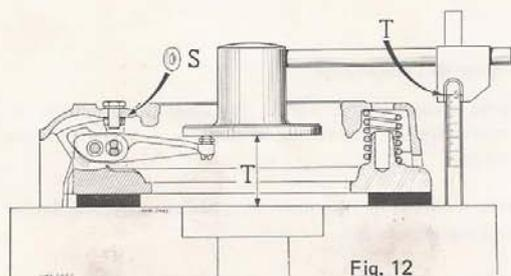

Fig. 12
. à l'aide de l'appareil, mesurer le cote (T) correspondant à la distance entre la face de friction du volant et les vis de réglage des trois leviers - Fig. 12.